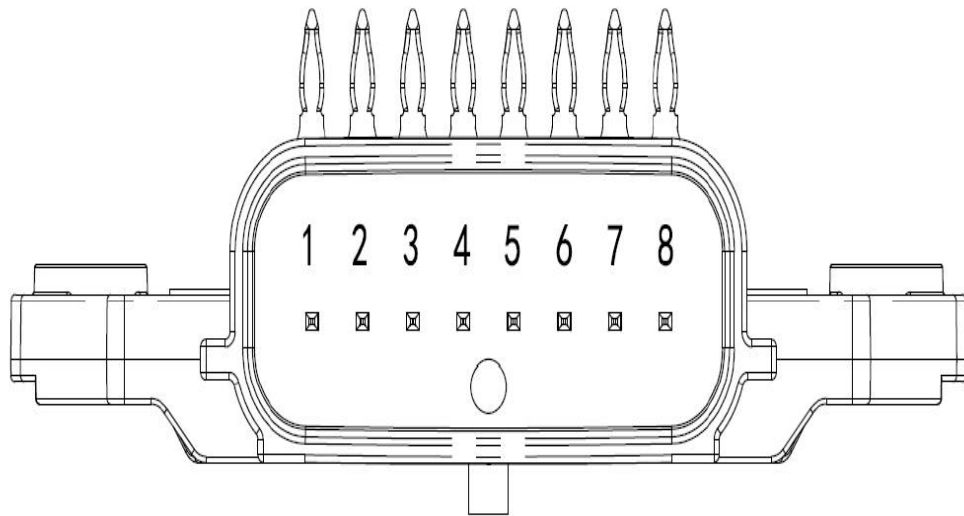

图 11 MR76 针脚示意图
- 2) 开始测试。MR76 雷达天线面正对运动目标，或者传感器与目标存在相对的微小运动，可查看 UI 界面会出现目标指示的红色三角，并显示目标距离 R。如图 11，如果没有出现红色三角指示，说明在可探测距离与视野内没有目标出现。